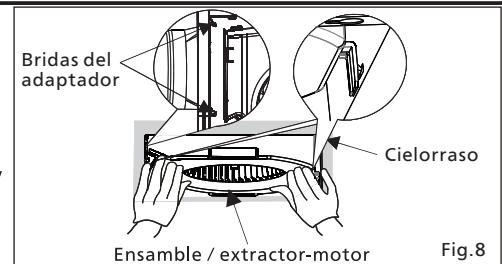

Fig.8
1. Introduzca el ensamble extractor-motor deslizándolo por las bridas del adaptador. Seguidamente, presione el ensamble extractor-motor en la carcasa hasta que entre en su lugar con un "chasquido" para la fijación temporal. (Fig.8)